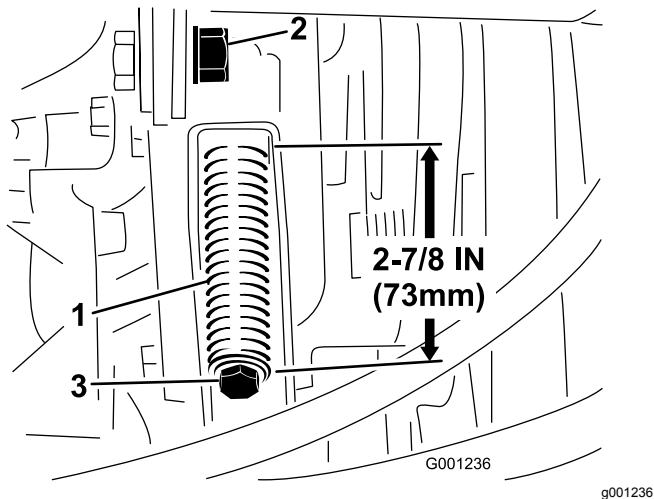

Figura 76
3. Afloje la contratuerca de la varilla tensora (Figura 76).
4. Utilice una llave de ½" para apretar o aflojar el muelle tensor de la correa (Figura 76). Ajuste el muelle a una longitud de 273 mm.
4. Utilizando una llave de ½", afloje completamente el muelle tensor de la correa (Figura 76).
6. Instale la nueva correa de la TDF y tense el muelle de la polea hasta que tenga una longitud de 73 mm (Figura 76).
7. Apriete la contratuerca (Figura 76) y cierre el capó.